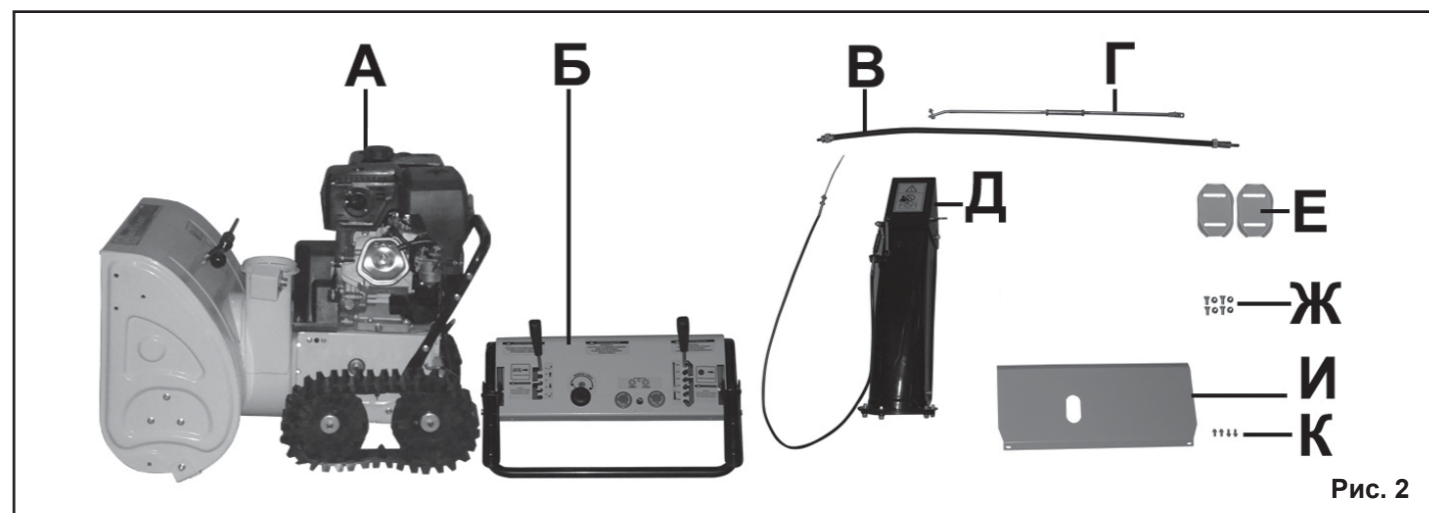

Рис. 2
3.1. Комплектность снегоуборщиков моделей МС 80-1 ЭЛ и МС 110-1 ЭЛ представлена на Рис. 1., модели МС 110-1 ЭЛТ на Рис. 2.